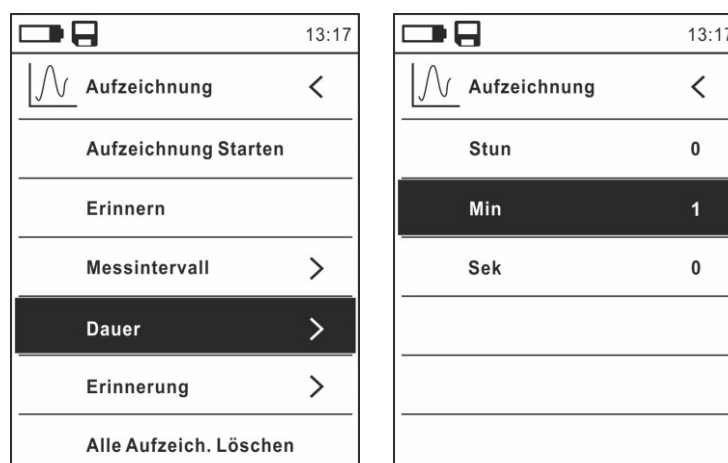

Abb. 32: Data Logger Funktion – Einstellung der Dauer der Aufzeichnung
8. Wählen Sie den Eintrag "Dauer" (siehe Abb. 32 – linker Teil) und drücken Sie die Taste . Die Bildschirmseite in Abb. 32 – rechte Seite erscheint im Display.